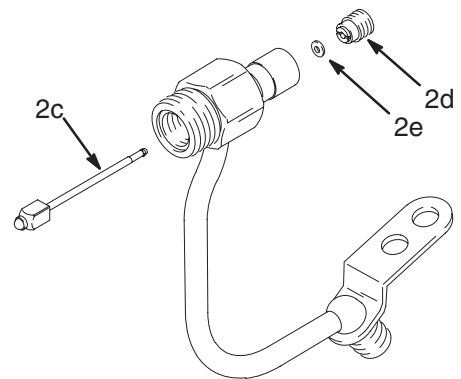

Fig. 12
8. Ta bort nålen (2c). Skruva ur packningshållaren (2d). Ta bort packningen (2e). Se Fig. 12.